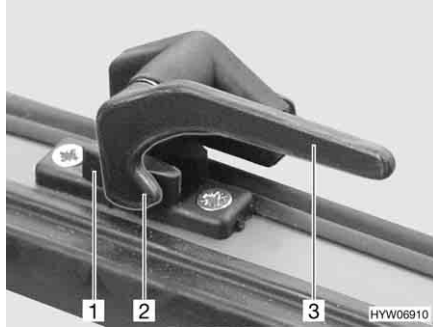

Fig. 55 Palanca de bloqueo en la posición de "cerrado"
- Girar la palanca de bloqueo (Fig. 55,3) un cuarto de vuelta hacia la mitad de la ventana.
- Girar la palanca de bloqueo (Fig. 55,3) un cuarto de vuelta hacia el marco de la ventana. El saliente de bloqueo (Fig. 55,2) se encuentra en la cara interior del bloqueo de la ventana (Fig. 55,1).
- En la posición "cerrada fijamente" (Fig. 55).